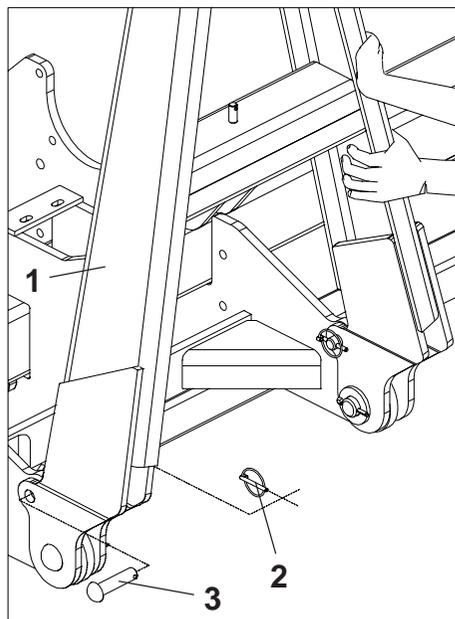

FIGURA 14
1 - Coloque o cabeçalho (1) na posição de trabalho, retirando a trava (2), o pino (3) que foram colocados para o transporte da semeadora, **conforme mostra a figura 14.**